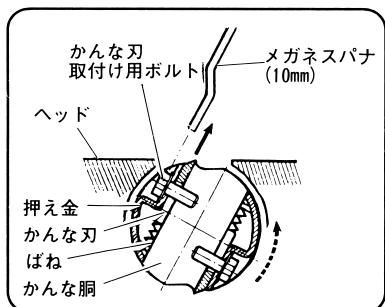

図 26
注 ●両端のかんな刃取付け用ボルトをゆるめすぎると、かんな刃がばねに押されヘッド(図 26 参照)の内側に飛び出します。もし、かんな刃が飛び出した場合はかんな胴を図 26 の点線の矢印方向にまわし、かんな刃を取り出してください。矢印と反対にまわすと、かんな刃がヘッドにくいこみ各部を損傷させます。
- (6) 残った外側2本のかんな刃取付け用ボルトは1/4回転程度ゆるめます。
- (7) かんな胴固定装置のレバー(図 25 参照)を左にまわして固定を解除し、手押かんな胴回転用つまみ(図 24 参照)をまわし刃先が上側の位置で再度かんな胴を固定します。(図 26)
- (8) 付属のメガネスパナ(10mm)で残りの外側2本のかんな刃取付け用ボルトをゆるめるとかんな刃はばねに押されて数ミリ飛び出します。
- (9) かんな刃の両端を手でつかみ取りはずします。